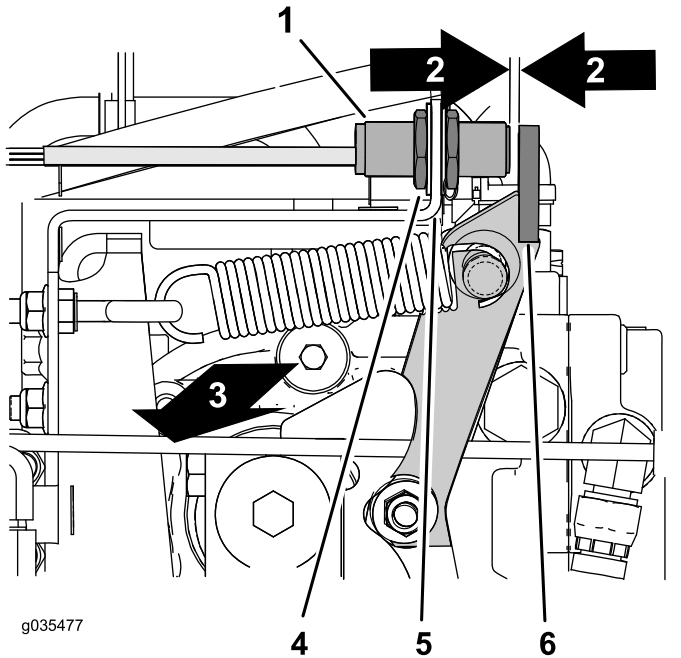

Figura 66
- A. Localize o sensor de proximidade no lado superior direito na bomba hidráulica (Figura 66).
- B. Verifique se o suporte do sensor de proximidade não está dobrado e que a luz na parte de trás do sensor está iluminada (Figura 66).
1. Localize o sensor de proximidade no lado superior direito na bomba hidráulica (Figura 66).
2. Desaperte as porcas de retenção em cada lado do suporte do sensor (Figura 66).
3. Ajuste as porcas de retenção até que haja uma folga de 2,5 a 3,6 mm entre a extremidade do sensor de proximidade e a flange do braço neutro (Figura 66).
4. Aperte as porcas de retenção (Figura 66).